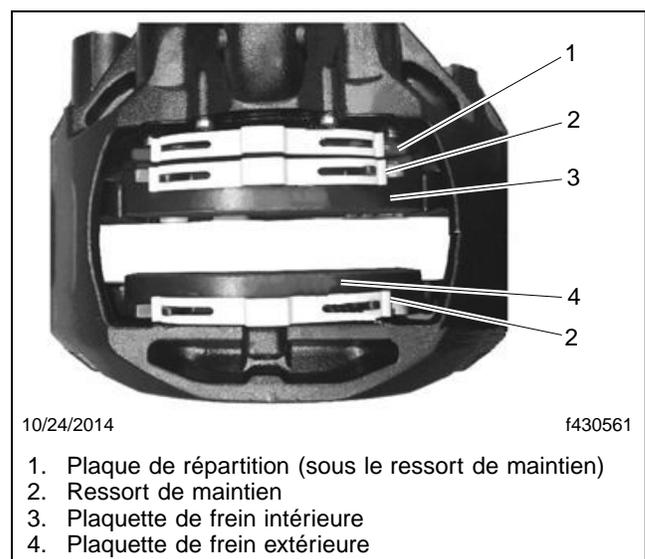

Fig. 5, Retrait des ressorts de maintien
26. Retirez le ressort de maintien de la plaque de répartition. Reportez-vous à la **figure 5**. La plaque de répartition peut être réutilisée, à condition qu'elle soit en bon état de fonctionnement.